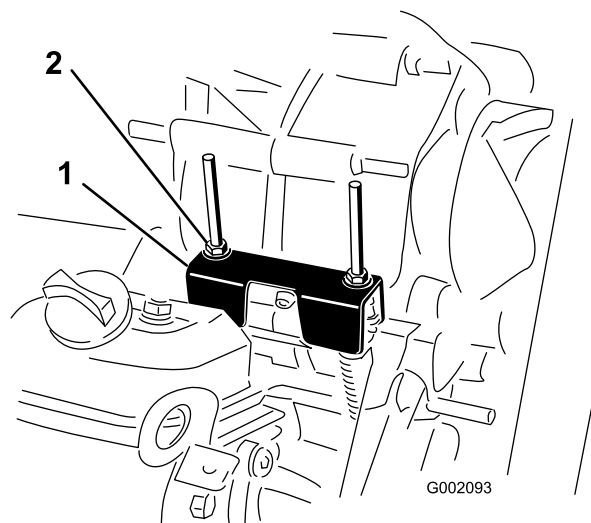

Figura 61
Para realizar operaciones de mantenimiento de rutina y/o diagnósticos del motor, debe ponerse el transeje en PUNTO MUERTO (Figura 61). El selector de marchas de la máquina dispone de una posición de PUNTO MUERTO, que controla el punto muerto del transeje. Deben tomarse las siguientes medidas para asegurarse de que la palanca de cambios acciona correctamente el punto muerto del transeje:
2. Asegúrese de que la pleatina de punto muerto está en posición de PUNTO MUERTO (nivelada respecto al soporte de montaje del cable situado debajo del soporte del cambio de marchas) girando el embrague arrastrado (Figura 61).
3. Gire una de las contratuercas (Figura 61) para obtener un espacio de 0,762 a 1,524 mm entre la parte inferior de la tuerca/arandela y la pleatina de punto muerto.